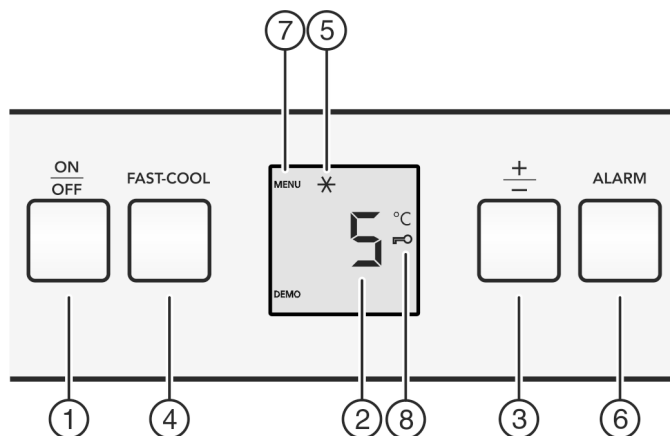

Fig. 2
- ▶ Aan/uit-toets Fig. 2 (1) indrukken.
- ▶ Toets Fast-Cool Fig. 2 (4) ca. 5 seconden indrukken.
- ▷ Op de display wordt het symbool Menu *Fig. 2 (7)* weergegeven.
- ▶ Met de toets Fast-Cool *Fig. 2 (4)* kort bevestigen.
- ▷ Het symbool Kinderbeveiliging *Fig. 2 (8)* op de display gaat branden.
- ▶ De toets On/Off *Fig. 2 (1)* kort indrukken.
- ▶ Toets Alarm *Fig. 2 (6)* indrukken.
- ▶ Temperatuurfunctie oproepen: Druk de insteltoets "+/-" *Fig. 2 (3)* in.
- ▶ Temperatuur in 1 °C stappen wijzigen: Druk de insteltoets "+/-" *Fig. 2 (3)* net zo vaak in, totdat de gewenste temperatuur op het temperatuurdisplay oplicht.
- ▶ Toets Fast-Freeze *Fig. 2 (4)* kort indrukken.
- ▷ Het symbool Fast-Cool *Fig. 2 (5)* brandt op het display.
- ▷ Het symbool Fast-Cool *Fig. 2 (5)* op het display gaat uit.